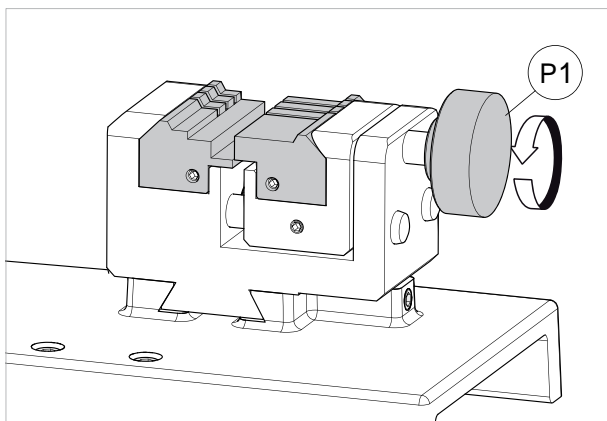

Fig. 49
- 2) Draai de draaiknop (P1) los voor enige windingen (Fig. 49).